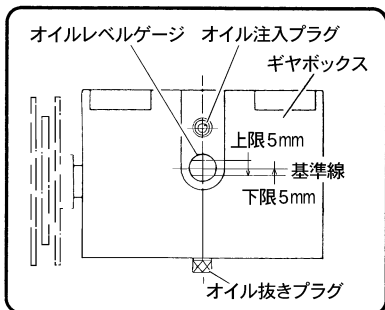

図 35
(1)ギヤボックス内(図 35)のギヤオイルの量をオイルレベルゲージにより点検し、不足している場合は補給してください。
(ハ)ギヤオイルの量は、オイルレベルゲージ基準線より、下限・上限 5 mm 以内になるのが適量です。(図 35)